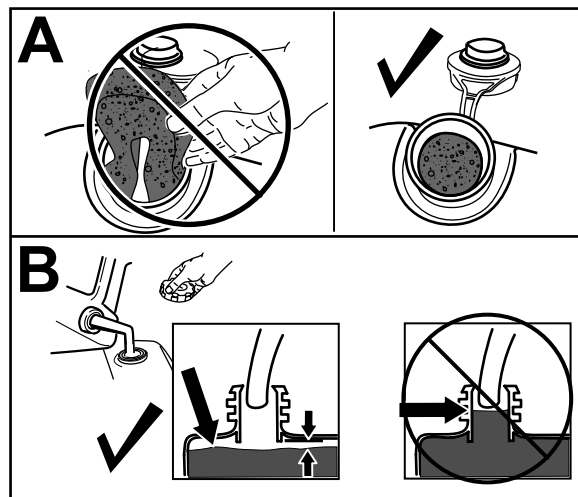

Figure 10
1. Nettoyez la surface autour du bouchon du réservoir de carburant et enlevez le bouchon (A de Figure 10).
Important: Cette machine est équipée d'un réservoir de carburant de qualité supérieure, qui utilise un insert en mousse afin d'éviter l'agitation du carburant. Ne retirez jamais l'élément en mousse car il permet au moteur d'utiliser l'intégralité du carburant dans le réservoir (B de Figure 10).